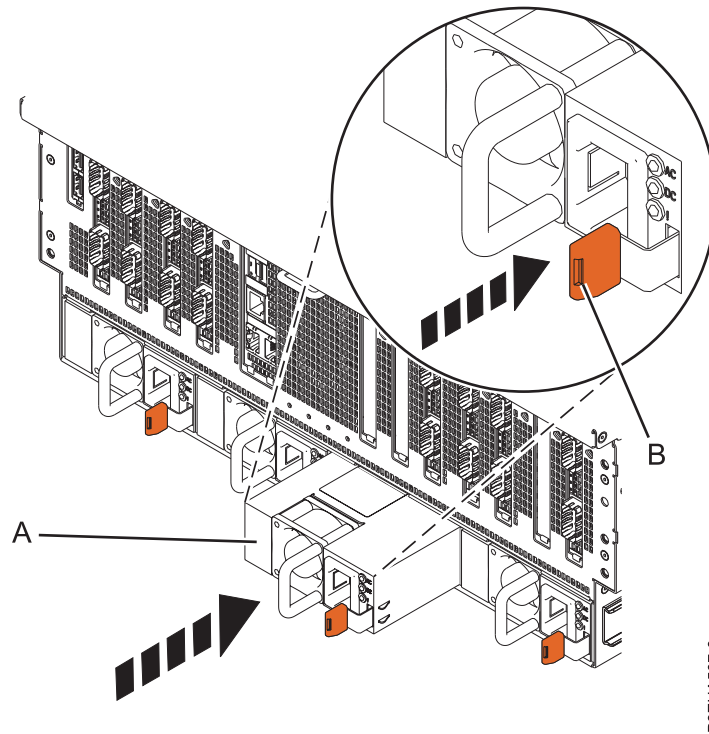

Figura 17. Sustitución de una fuente de alimentación del sistema
3. Alinee la fuente de alimentación (**A**) con la bahía y deslice la fuente de alimentación en el sistema hasta que el pestillo de color terracota (**B**) quede bloqueado en su sitio, tal como muestra la Figura 17 en la página 18.